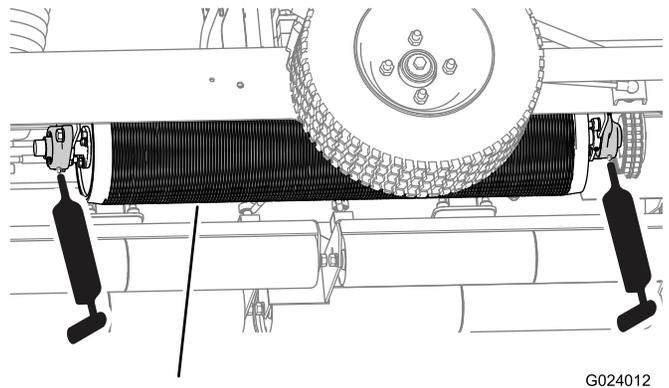
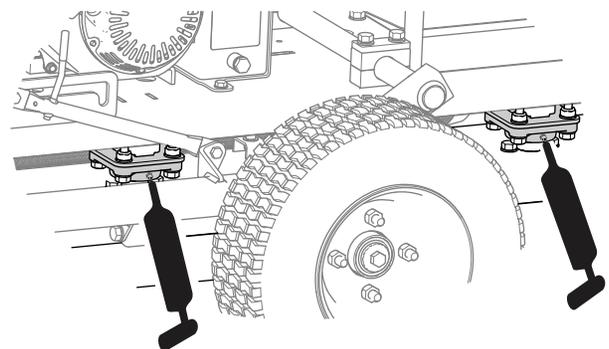

Bild 23
Bild 24
2. Pumpen Sie Schmiermittel in die Bereiche, wie in Bild 23 und Bild 24 abgebildet.